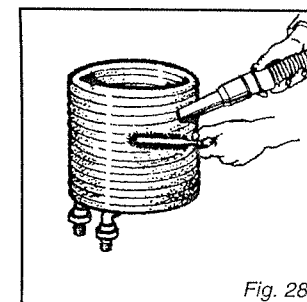

Fig. 28
4) Estrarre la serpentina dalla caldaia ed eliminare la fuliggine depositata sui tubi con una spazzola metallica asportando i residui (fig.28).
4) Take the coil out of the boiler and clean the soot from the hoses using a wire brush eliminating any residual (fig. 28).
4) Enlever le serpentin de la chaudière et éliminer la suie sur les tuyaux avec une brosse métallique en enlevant les résidus (fig.28).
4) Die Heizschlange aus dem Heizkessel ziehen und mit einer Drahtbürste von Ablagerungen reinigen (Abb. 28).
4) Extraer el serpentín de la caldera y eliminar el hollín depositado en los tubos con una escobilla metálica quitando los residuos (fig.28).